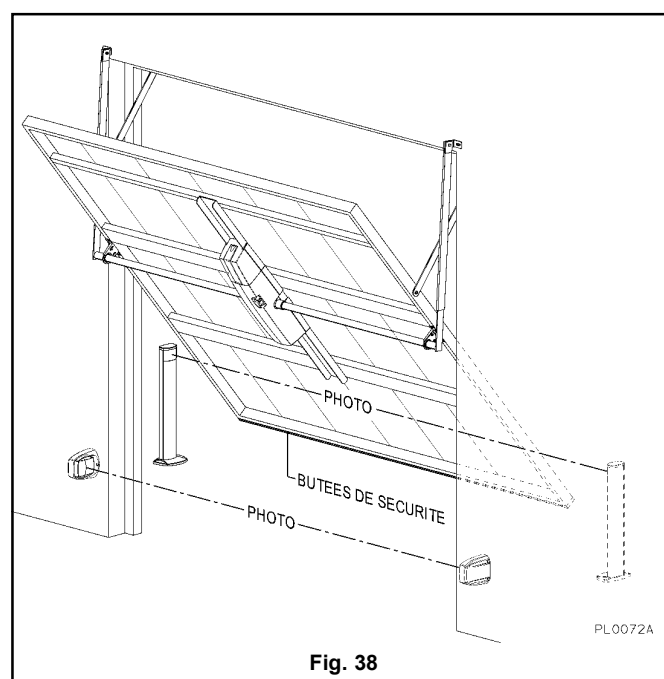

Fig. 38
**Schéma type d'installation des photocellules et dispositifs de sécurité (Côte sensible) fig. 38.**